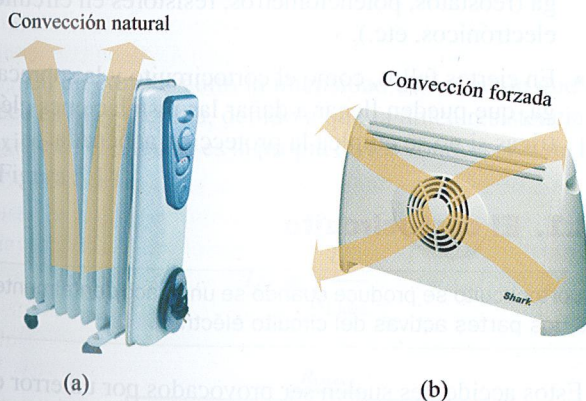

Figura 5.6. Convector. (a) Radiador eléctrico por convección natural. (b) Calefactor eléctrico por convección forzada.
- Convección:** todos los gases y líquidos, cuando se calientan se dilatan y disminuyen de densidad, lo que hace que tiendan a desplazarse. Así, por ejemplo, un radiador eléctrico, que transmite calor por convección (convector), calienta el aire que entra en contacto con su superficie, lo que hace que este ascienda y se mueva por toda la estancia que hay que calentar. Gracias a este fenómeno funcionan multitud de aparatos de calefacción, como los radiadores eléctricos, que consiguen que se produzca una circulación natural de aire cálido por toda la estancia sin que la temperatura de los aparatos de calefacción sea peligrosamente elevada. También existe la posibilidad de acelerar el paso de aire por el aparato de calefacción mediante un ventilador (convección forzada) (Figura 5.6).